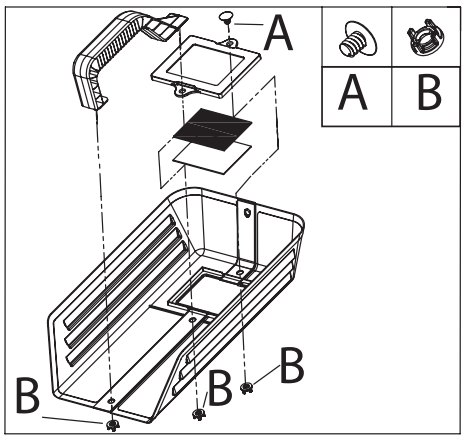

Fig.2
- Para ensamblar la máscara de protección para el rostro (FIG.2), coloque la máscara de protección de plástico en la apertura correspondiente, fijándola con los dos tornillos de sujeción. Coloque la empuñadura, fijándola en la fisura del cuerpo de protección, apretándola con fuerza y girándola 90°, hasta que llegue al agujero del cuerpo de protección.
- Si usa botellas (S), quite el capuchón de protección de plástico de la parte superior de la botella y enrosque firmemente el reductor de gas (T) hacia la derecha (no fije con fuerza el reductor).
- Introduzca el tubo de plástico del gas (fig. 2, Q) en el reductor (empújelo totalmente hacia adentro). Nota: para quitar el tubo de gas del reductor, es suficiente empujar hacia atrás el anillo (U) y tirar. El accionamiento del regulador de presión, usado con botellas desechables, se basa sobre la acción de una aguja maniobrada por una empuñadura, que está colocada encima de una placa graduada desde 0 hasta 6 y que actúa sobre la válvula de la botella. Girando la empuñadura hacia la posición 9, no hay flujo de gas; antes de empezar a soldar, coloque la empuñadura en la posición 3 ó 4, para obtener un flujo de gas de 2/3 litros por minuto. Para aprovechar plenamente cada botella de gas, mantenga siempre un flujo mínimo de gas (2/3 litros por minuto), que es suficiente para obtener una buena soldadura sin poros. El reductor de presión está equipado con una válvula de seguridad, que se pone en funcionamiento automáticamente si la presión se modifica.
- Si usa una botella recargable, introduzca el tubo de plástico de gas (Q) en un adaptador para botellas de gas grandes (V). Conecte el extremo del adaptador a un tubo flexible de gas de 6 mm y conéctelo a la salida del manoreductor, que está enroscado en la botella recargable. El manoreductor se usa para controlar el flujo de gas, el cual tendría que ser de 2/3 litros por minuto.